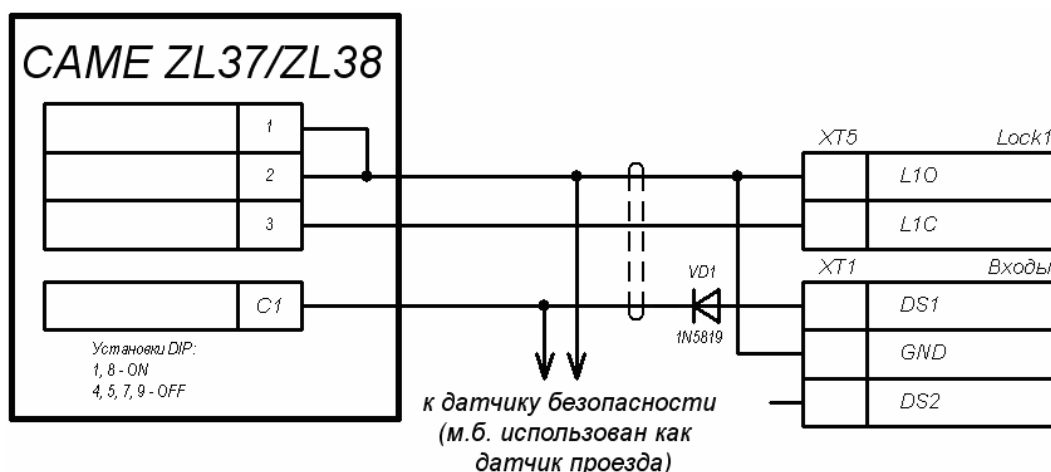

Рисунок 6. Схема подключения шлагбаума CAME с блоками управления ZL37/ZL38 к контроллеру автотранспортной проходной
- Схема подключения шлагбаума *CAME* с блоками управления *ZL37/ZL38* представлена на рис. 6.